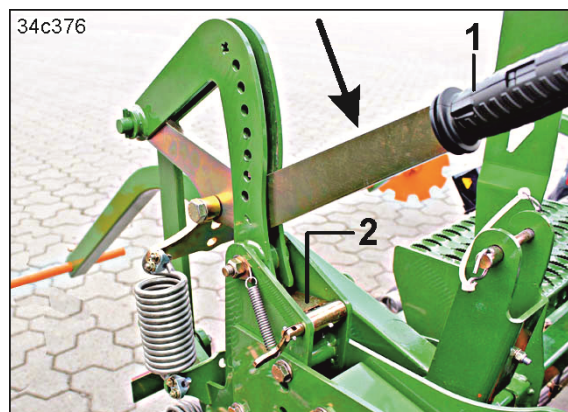

Fig. 203
4. Pressionar a alavanca (Fig. 203/1) em direção da seta até engatar a placa de aperto (Fig. 203/2).